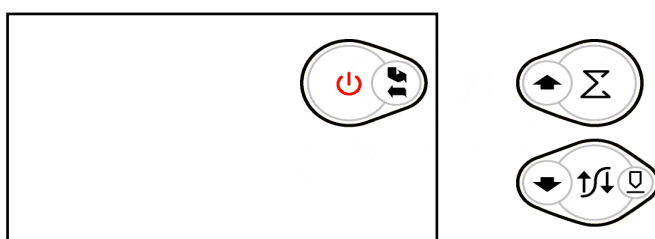

Рисунок 1. Клавиатура управления толщиномером
- клавиатура управления толщиномером (см. рисунок 1).